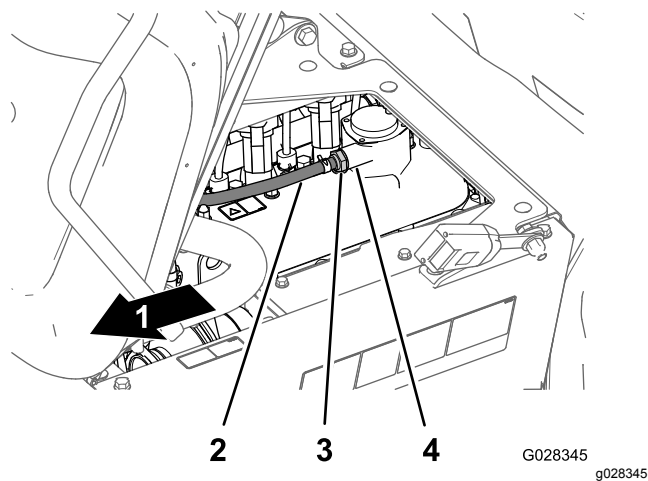

Figura 78
Nota: Si suena el limitador interno de la válvula, la válvula del sistema PCV está bien; si el limitador interno no está libre y no suena al sacudirse, sustituya la válvula (Figura 78).
4. Introduzca la válvula del sistema PCV hasta que quede correctamente asentada en la junta del acoplamiento de la tapa de válvulas (Figura 78).
2. Retire la válvula del sistema PCV del acoplamiento de la tapa de válvulas (Figura 78).